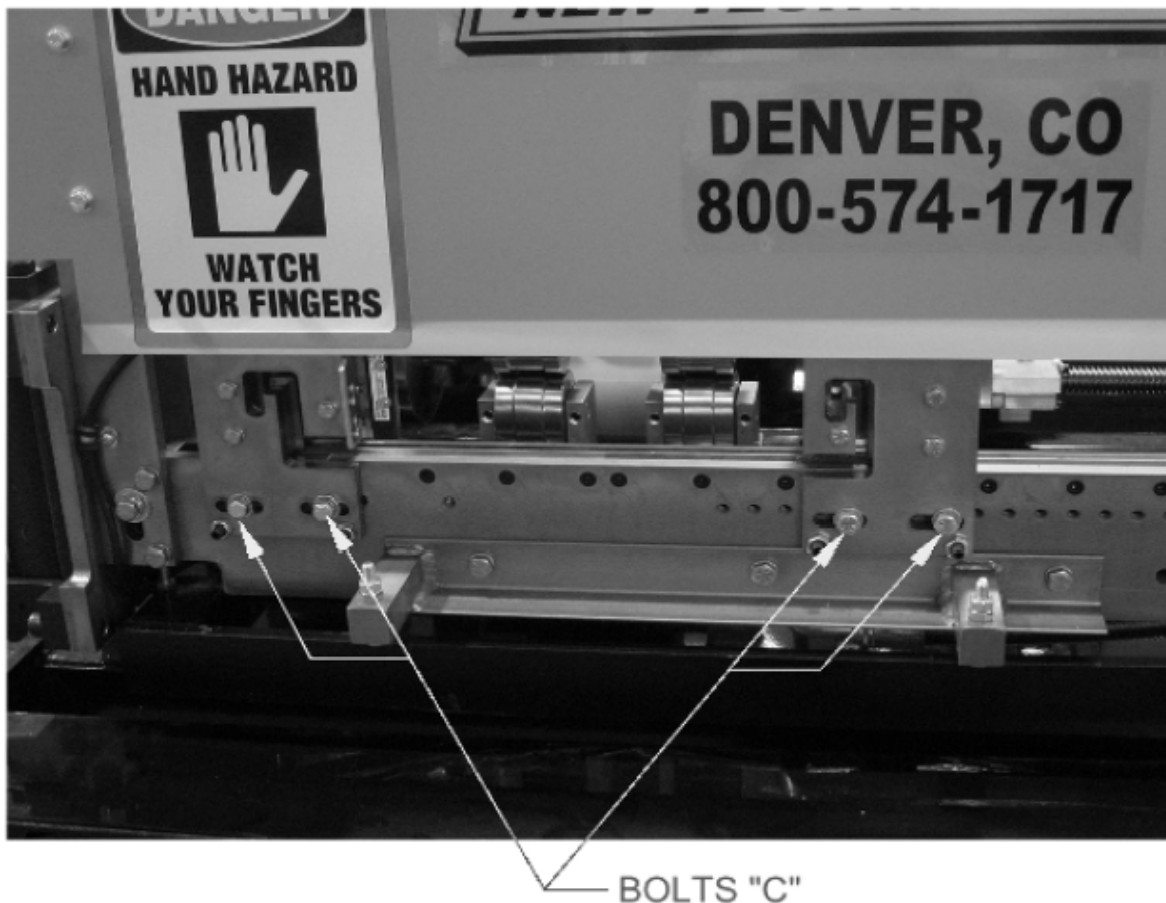

Ilustración 35: Tornillos de cizalla.
20. Retire los dos tornillos "C" localizados en los orificios en la parte baja del ensamble de salida de cizallas y aparte los tornillos y ensamble a un lado (ilustración 35).